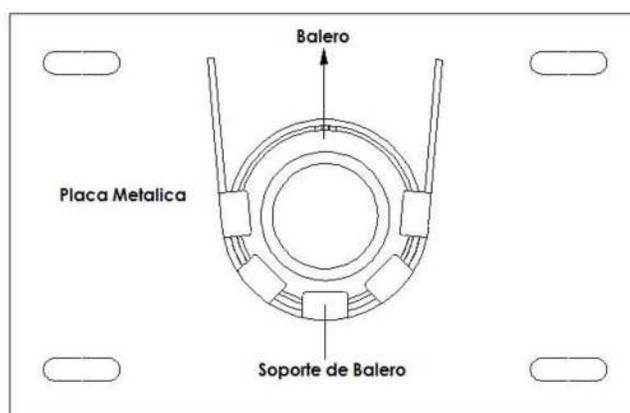

Fig.4
**B. Soporte Lateral con Balero Cuadrado:** Soldé el Soporte del Balero en la Placa Cuadrada como se Muestra en la (Fig.4) Fije la Placa Cuadrada en la Pared o al Techo. Dependiendo la necesidad de la Instalación.